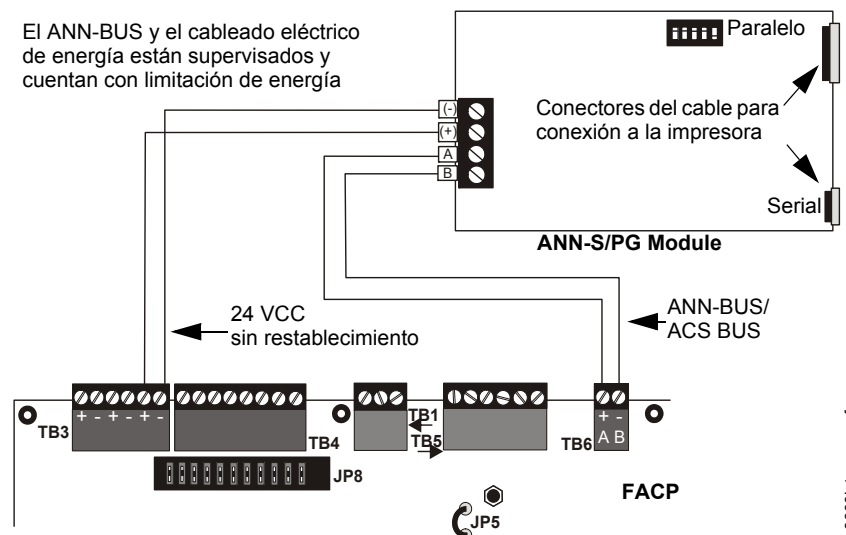

Figura 1.7 Conexión ANN-S/PG al FACP
2. Conecte el ANN-S/PG al FACP tal como se muestra en la figura 1.7.
5. Conecte una impresora a los conectores paralelos o seriales ANN-S/PG (consultar la figura 1.7). Sólo puede conectar una impresora.